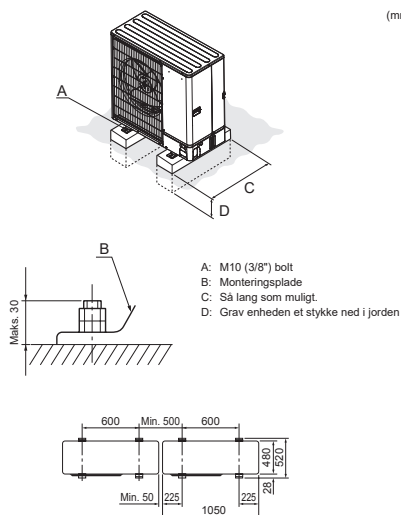

Fig. 4-1
- Enheden skal monteres på en solid, plan overflade for at forhindre raslelyde under anvendelsen. (Fig. 4-1)